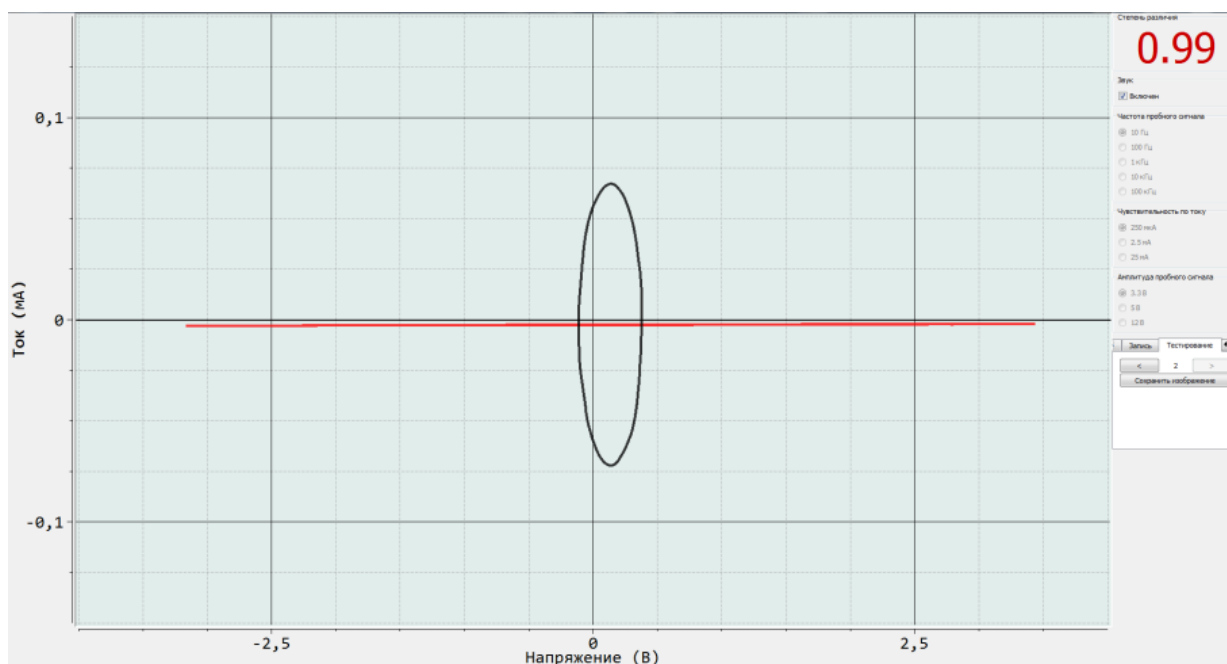

Рисунок 9. Внешний вид вкладки следования плану тестирования
1. Для использования плана тестирования перейдите во вкладку тестирование на экране, рисунок 9;